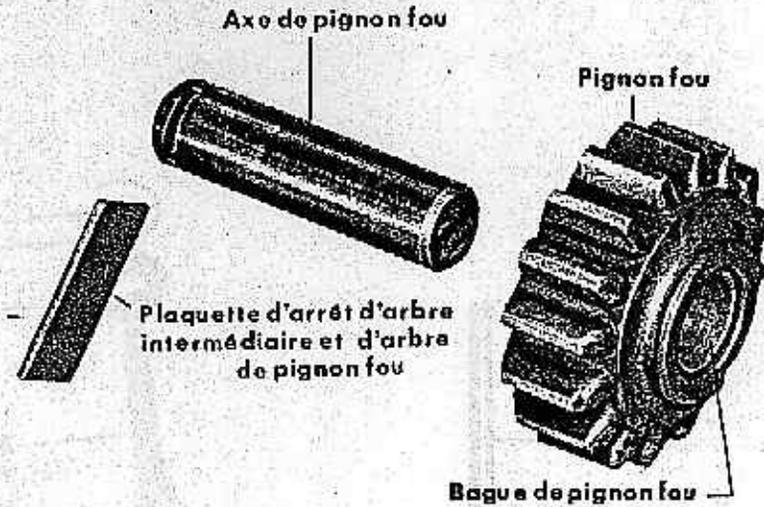

FIGURE 15. — Ensemble du pignon fou. Vue éclatée.
7) Pignon fou de marche arrière (fig. 15).
Tenir en place le pignon fou (fig. 15) dans la boîte, l'extrémité conique de son moyeu tournée vers l'avant et introduire l'axe de pignon fou dans la boîte.